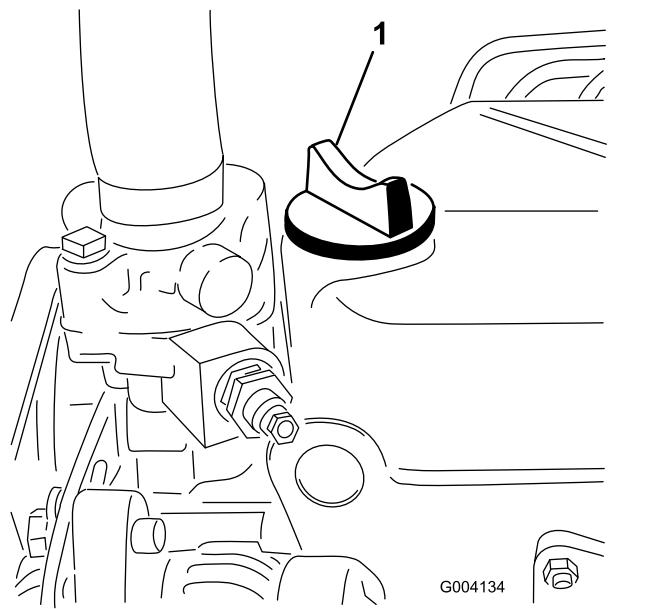

Bild 24
5. Wenn der Ölstand unter der **Voll-Markierung** liegt, nehmen Sie den Fülldeckel ab (Bild 24) und gießen Sie genug Öl ein, um den Ölstand bis zur **Voll-Markierung** anzuheben.